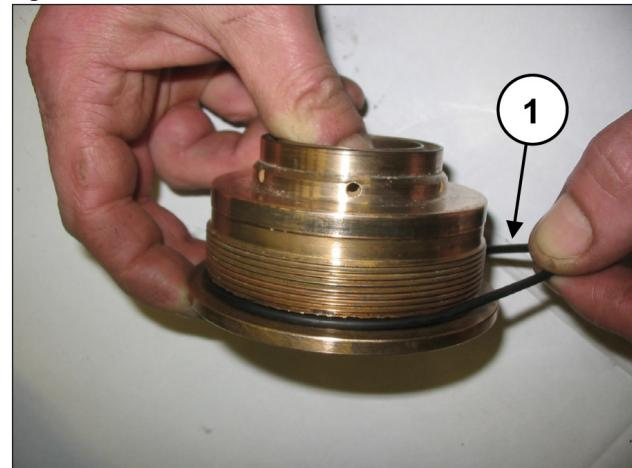

Fig. 153
Insira o O-ring do suporte da junta no seu assento (pos. ①, Fig. 153).